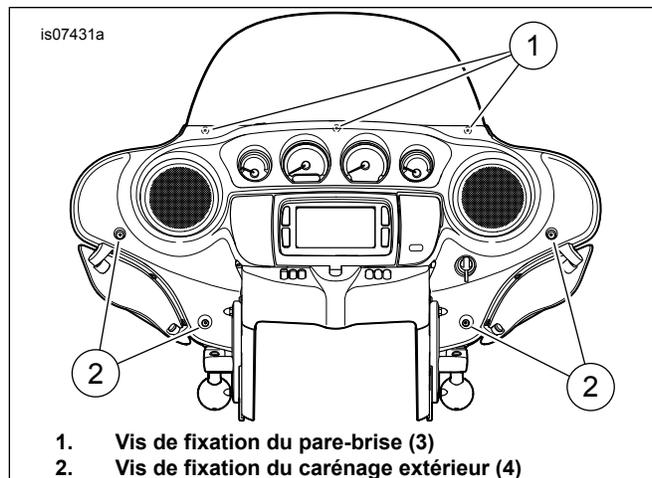
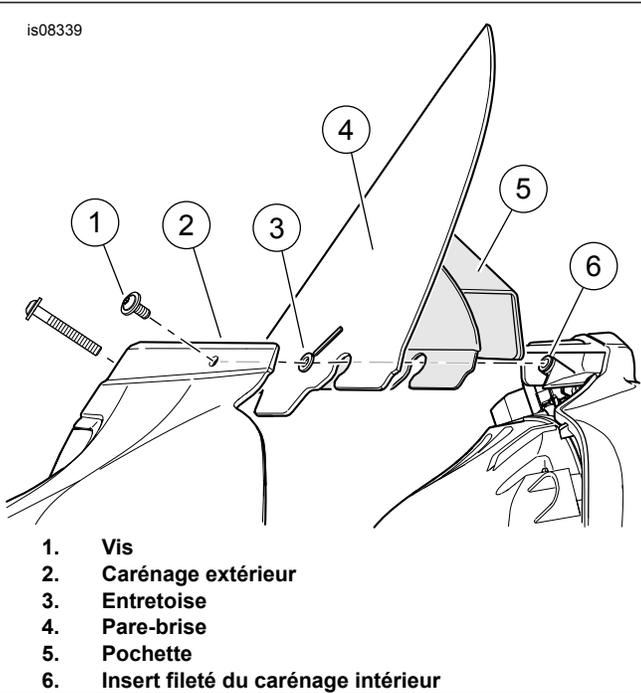

Figure 1. Vis de fixation du pare-brise/carénage
Figure 2. Position de l'entretoise
1. Voir Figure 1. Retirer les trois vis (1) servant à fixer le pare-brise sur la partie supérieure du carénage extérieur.
6. Voir Figure 2. Prendre les trois entretoises (3) dans le kit (la quatrième est fournie à titre de pièce de rechange).
- b. Faire passer la vis (1) dans le carénage extérieur (2), l'entretoise (3), le pare-brise (4) et la pochette de carénage (5). Visser la vis dans l'insert fileté du carénage intérieur (6), sans serrer complètement.
8. Voir Figure 1. Serrer les trois vis du pare-brise (1) au couple de 2,8–3,4 N·m (25–30 in-lbs).